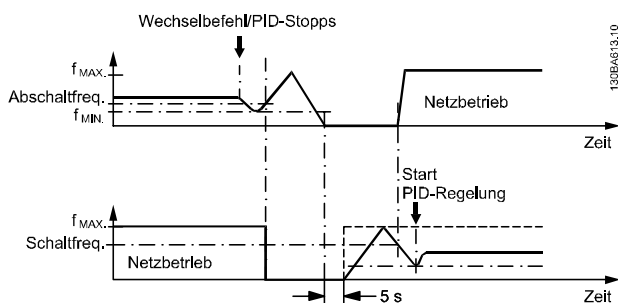

Abbildung 3.82 Langsame Konfiguration
0.5 s* [par. 25-58 - 5 s]	<p>Dieser Parameter ist nur aktiv, wenn die in Parameter 25-50 Führungspumpen-Wechsel ausgewählte Option nicht [0] Aus ist.</p> <p>Dieser Parameter legt die Zeit zwischen dem Stoppen der alten variablen Drehzahlpumpen und dem Starten dieser Pumpe als neue konstante Drehzahlpumpe fest. Siehe Abbildung 3.82 zur Beschreibung von Zuschalten und Wechsel.</p>